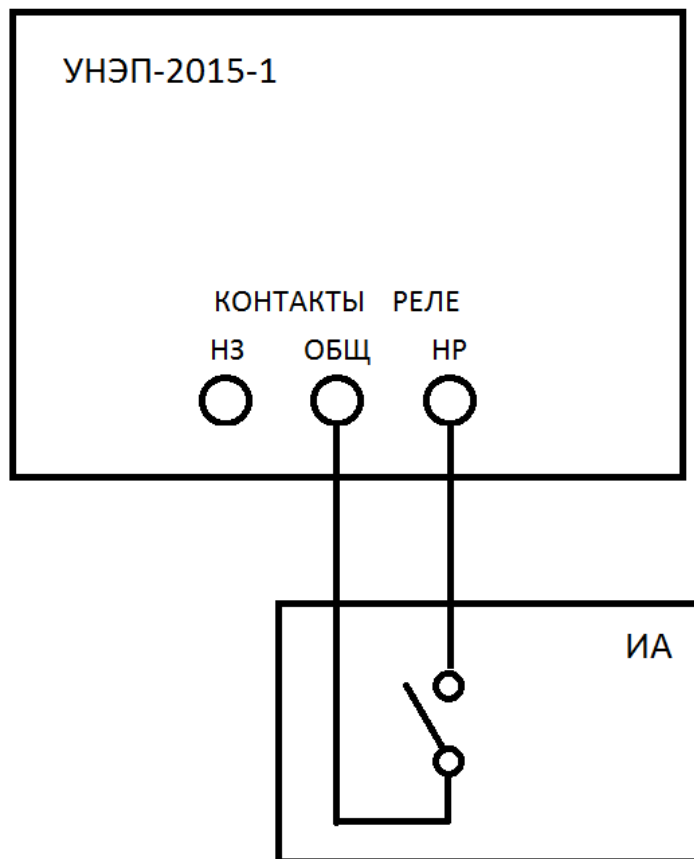

Рис. 6.
6.7.2. Нормально разомкнутые (НР) контакты испытуемого аппарата подключаются к гнездам «НР» и «ОБЩ» управляющего блока УНЭП-2015-1 (см. рис. 6).